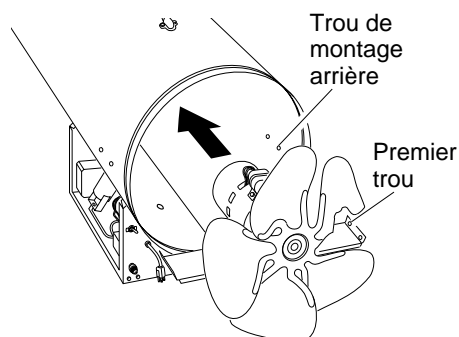

Figure 8 - Moteur et ventilateur retournés
8. Retourner le moteur et le ventilateur et introduire l'ensemble dans l'arrière du corps de l'appareil. *Remarque :* Le moteur doit être introduit en premier (voir la figure 8).
9. Aligner les trous de montage arrière du corps de l'appareil sur le premier trou de chaque côté du support du moteur (voir la figure 8).